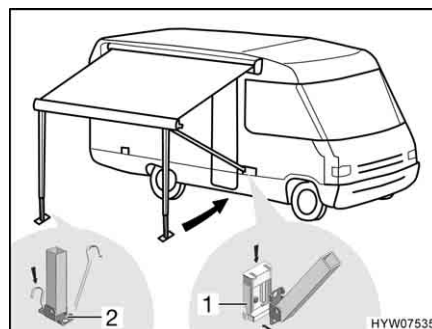

Fig. 28 Fissaggio dei montanti di supporto
- Incastrare i montanti di supporto nei supporti (Fig. 28,1) sul veicolo oppure fissarli sul terreno con dei puntelli (Fig. 28,2).